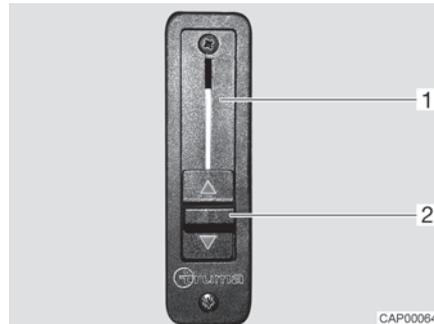

Fig. 5 Regolatore a scorrimento per l'impostazione riscaldamento
- Spingere completamente verso l'alto il regolatore a scorrimento (Fig. 5,2). L'impostazione riscaldamento (Fig. 5,1) è aperta. Il riscaldamento dell'abitacolo riscalda anche il parabrezza.
- Spingere completamente verso il basso il regolatore a scorrimento (Fig. 5,2). L'impostazione riscaldamento è chiusa. Il riscaldamento dell'abitacolo e quello del veicolo di base sono separati l'uno dall'altro.